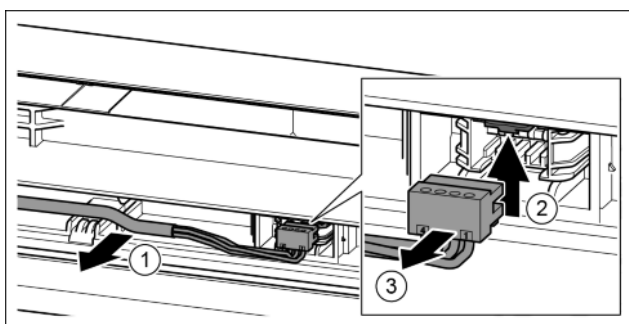

Fig. 23
- ▶ Осторожно высвободить серый кабель из направляющей в двери. Fig. 23 (1)
- ▶ Отжать соединительную накладку вверх. Fig. 23 (2)
- ▶ Осторожно извлечь штекер. Fig. 23 (3)